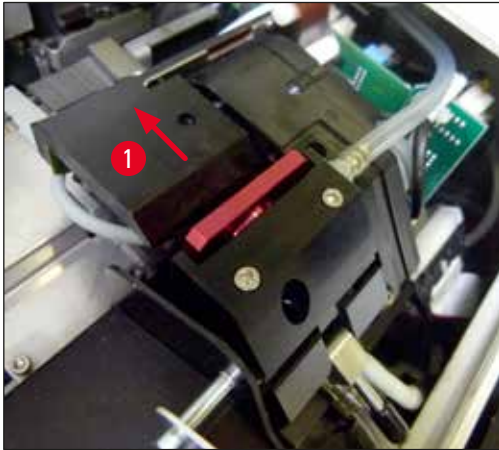

Fig. 54
2. Printheadet (→ "Fig. 54-1") kører opad til en position ca. 1 cm fra tætningskanten (→ "Fig. 54").